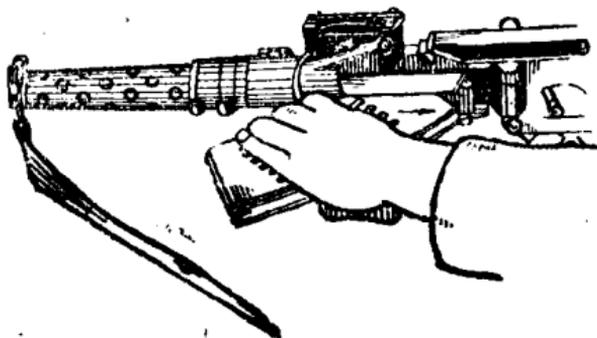

Рис. 42. Как вставить магазин.
3. Лево́й руко́й вставить магазин — сначала переднюю, более короткую часть, затем заднюю (рис. 42); при правильной постановке магазина должен произойти легкий щелчок.